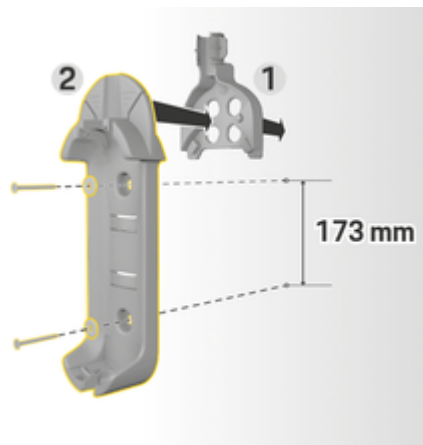

Fig. 44: Dimensiones de perforación
3. Presiona el soporte de pared básico 2 (Fig. 44) en la guía del cable 1 (Fig. 44) desde el frente.